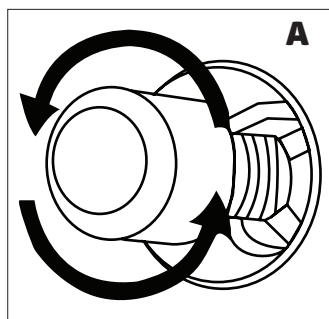
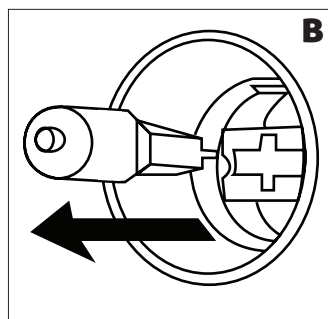

Figura 20
Figura 21
3. Luego retire la lámpara del horno girando (ver figura 20) si es del tipo **A**, o tirando de ella (ver figura 21) si es del tipo **B**.